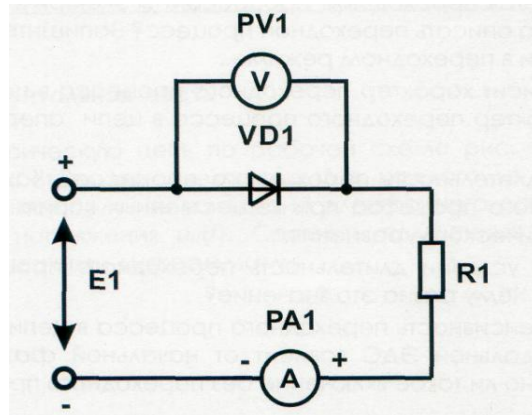

Рис. 1.5 Исследование полупроводниковых диодов
1. Собрать схему для исследования выпрямительного диода VD1 блока «Нелинейные элементы» на постоянном токе (рис. 1.5). В качестве R1 использовать сопротивление 100 Ом блока «Резисторы/ Активная нагрузка». Для измерения тока использовать один из мультиметров блока «Мультиметры», для измерения напряжения использовать один из приборов блока «Измерительные приборы», задав для них соответствующие режимы работы. В качестве источника питания использовать стабилизированный регулируемый источник E1 блока «Источник питания». Ручку регулировки напряжения источника установить в крайнее левое положение, повернув ее против часовой стрелки до упора. Собирая схему особое внимание обратить на полярность подключения источника питания. Представить схему для проверки преподавателю.
4. Собрать схему для исследования выпрямительного диода Шоттки VD3 блока «Нелинейные элементы» на постоянном токе в соответствии с рис. 1.5, заменив в схеме выпрямительный диод VD1 на диод Шоттки VD3. Представить схему для проверки преподавателю.
6. В одной системе координат построить графики ВАХ для обоих диодов. Там же следует для каждого диода построить ВАХ идеального $p-n$ - перехода и по формуле (1) при I_0 - усредненном обратном токе соответствующего диода. Необходимый для расчетов параметр $m \cdot \varphi_T$ можно определить по формуле